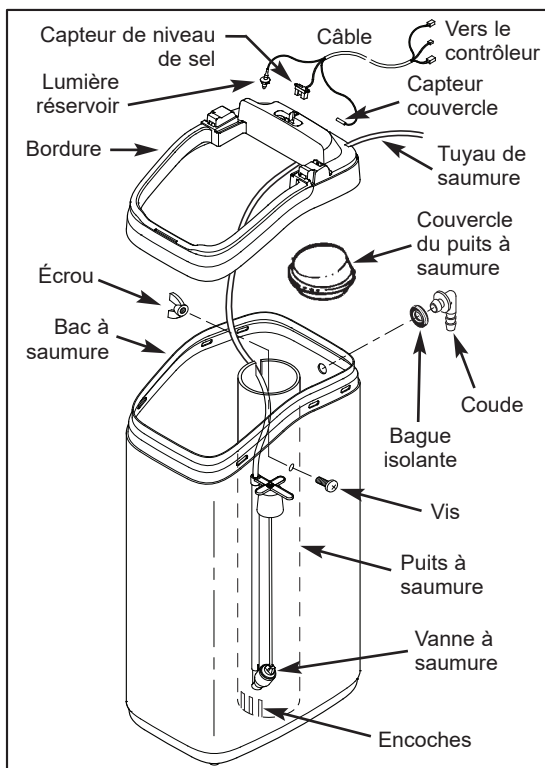

FIG. 4
- Remettez la bordure sur le bac à saumure (voir la Fig. 4).
c. Glissez la vanne à saumure dans le puits à saumure. Engagez le tuyau dans l'encoche supérieure du puits (Fig. 4), puis faites-le sortir du bac par le trou à l'arrière de la bordure.
f. Repérez le câble du bac à saumure dont une extrémité est branchée à l'arrière du contrôleur électronique (PWA). Sur l'autre extrémité du câble, identifiez la lumière du réservoir, le capteur de niveau de sel et le capteur du couvercle. Insérez chacun d'eux dans les encoches correspondantes de la bordure, comme l'illustre la figure 4.
a. Dirigez le tuyau attaché à l'ensemble de vanne de saumure à travers le trou à l'arrière de la bordure (cf. Fig. 4).